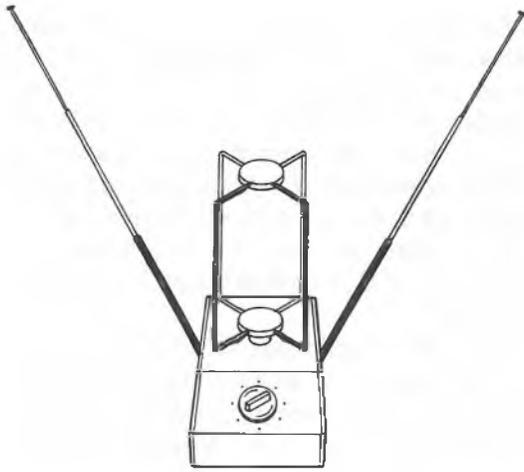

figura 12
a) Antenas internas para a recepção em locais sem problemas, com sinais muito fortes (são as antenas tipo “orelha de coelho”, conforme mostra a figura 12).